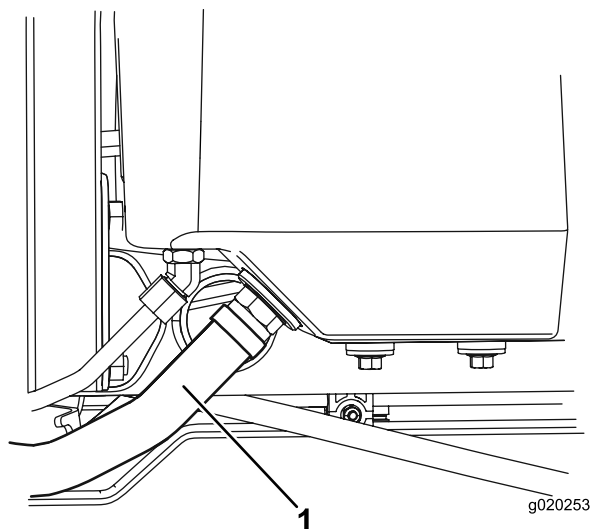

Figure 63
2. Débranchez le gros flexible hydraulique (Figure 63) du réservoir et faites couler le liquide hydraulique dans un bac de vidange. Rebranchez le flexible hydraulique quand la vidange est terminée.